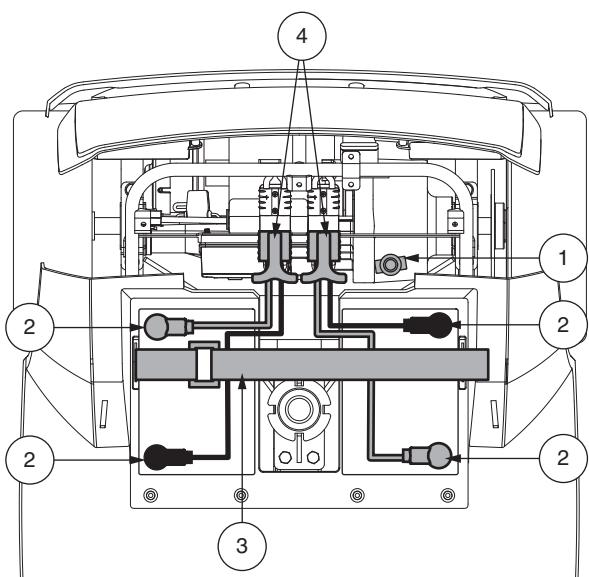

Figuur 8. Verwijdering/installatie van de kap
1. Verwijder de zitting en de accubekleding. **Zie figuur 8.**